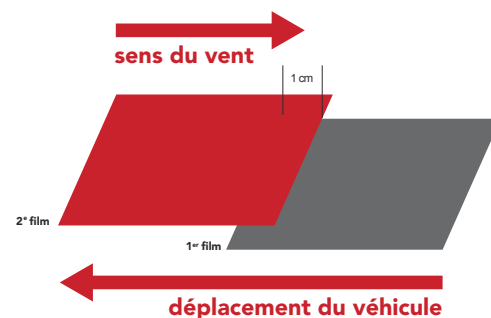

Figure 20
- Recouvrement vertical sur une surface mobile : la pose se faisant toujours de l'arrière vers l'avant du véhicule, le 2e film chevauchera le 1er, etc. (FIG. 20)